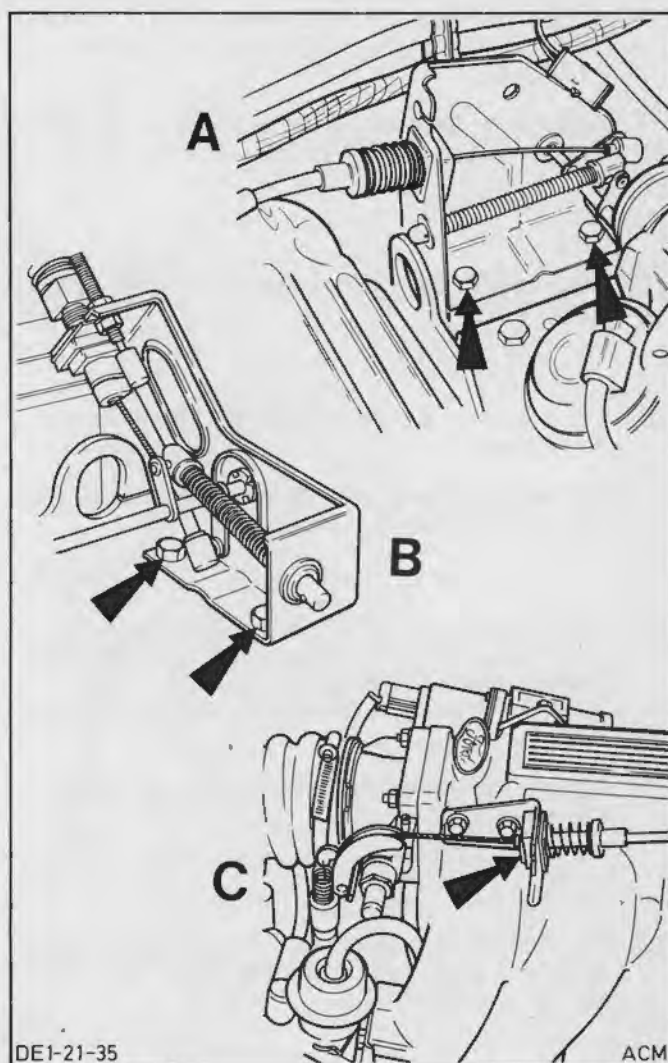

Fig.17. A - 1,8 ltr.motor(Pierburg karb.)
8. Afmonter gaskablet komplet med beslaget, Fig.17.